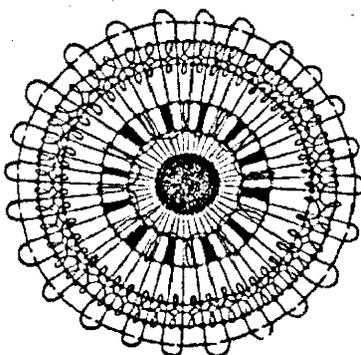

Рис.15. Узор с двойной воздушной петлей
**Узор с двойной воздушной петлей** (рис. 15). Этот узор отличается от предыдущего тем, что сначала выполняют пять узорных кругов, связывая узелки на каждом отдельном луче. Затем делают настил на двух соседних лучах между первым и вторым узорными кругами, чередуя настил с воздушной петлей. В последнюю очередь обвивают двойной воздушной петлей третий и четвертый узорные круги.